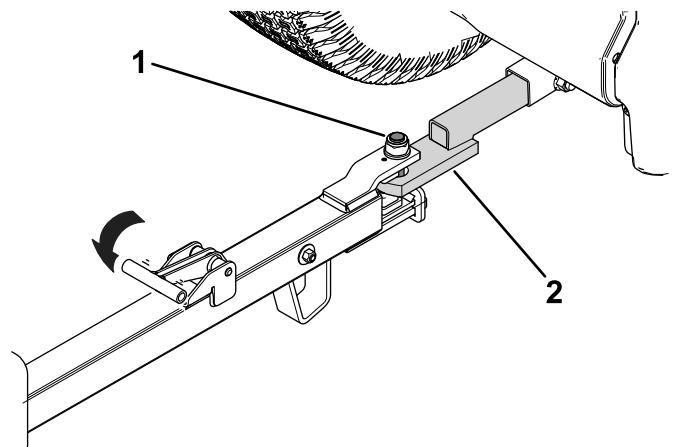

Figure 27
2. Alignez la goupille du timon sur l'attelage du véhicule tracteur (Figure 27).
3. Relâchez la poignée du timon (Figure 27) pour fixer la remorque à l'attelage du véhicule tracteur.